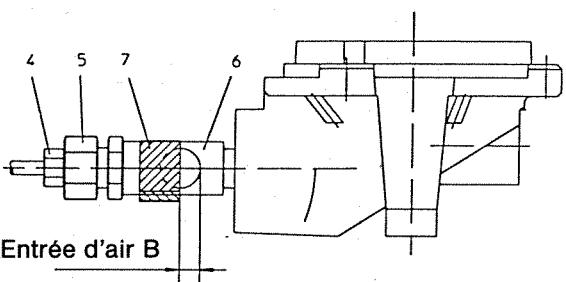

Fig. 13
Réglage de la bague d'air **7**, voir fig. 13.
- Réglage de l'air primaire pour brûleurs intérieurs (fig. 13)